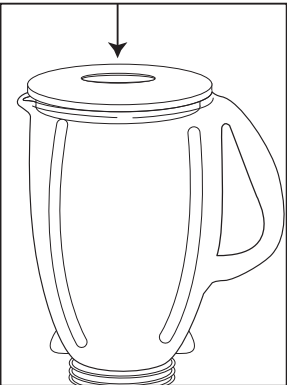

FIGURE 6
- Ne pas retirer le couvercle pendant l'utilisation. Enlever le bouchon-mesure pour ajouter les petits ingrédients. (Figure 6)